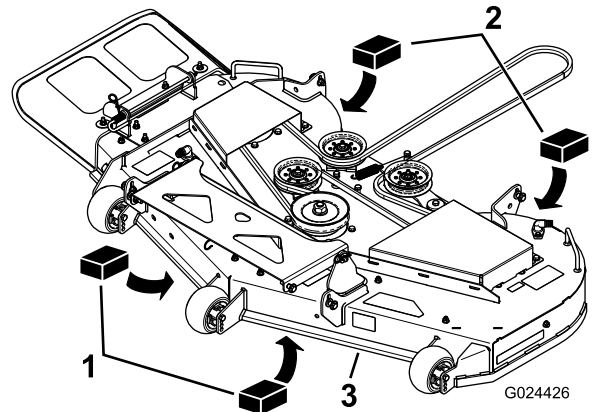

Bild 69
3. Legen Sie zwei 6,6 cm dicke Blöcke an jeder Seite unter die vordere Kante des Mähwerks, jedoch nicht unter die Halterungen der Antiskalpierrollen (Bild 69).
4. Legen Sie zwei 7,3 cm dicke Blöcke unter die hintere Kante des Mähwerks, einen an jeder Seite des Mähwerks (Bild 69).